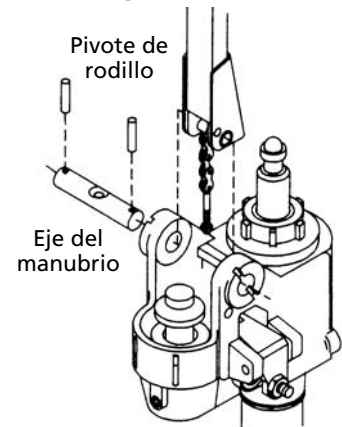

Figura 4 – Ensamblaje del manubrio
- Retire del cuerpo de la bomba el pivote de rodillo y el eje del manubrio (vea la Figura 4).